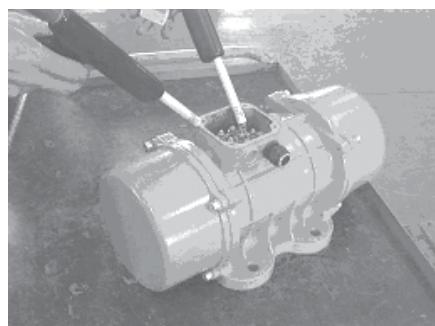

Fig. 1
- Also check the motor isolation, using a "Rigidity Test", at a voltage of approx. 2 kV for a maximum time of 5 seconds between phases and 10 seconds between phase and earth. (fig.1)
| <p>DER UNWUCHTMOTOR DARF NUR DURCH SPEZIALISIERTES PERSONAL INSTALLIERT WERDEN.</p> <ul style="list-style-type: none"> - Vor der Installation, vor allem wenn das Gerät längere Zeit auf Lager gehalten worden ist (über 24 Monate), sollte man eine der beiden seitlichen Schutzauben der Fliehgewichte abnehmen und prüfen, dass die Welle sich frei drehen kann. - Außerdem die Isolierung des Motors prüfen, indem man einen „Durchschlagfestigkeitstester“ benutzt, und zwar bei der Spannung von ca. 2 kV für eine Zeit von nicht mehr als 5 Sekunden zwischen den Phasen und von 10 Sekunden zwischen Phase und Masse (Abb. 1). - Falls Mängel festgestellt werden, wenden Sie sich an den Hersteller. - Der Unwuchtmotor MVE kann in jeder beliebigen Position eingebaut werden. Es empfiehlt sich, den Unwuchtmotor in einem starren Bereich zu befestigen, um zu vermeiden, dass die erzeugten Schwingungen Brüche oder Risse verursachen. Sollte das nicht möglich sein, ist es erforderlich, Verstärkungsplatten und -ripen zu benutzen. - Schnitt- und Schweißarbeiten müssen durch qualifiziertes Personal ausgeführt werden. Geeignete Verfahren für Warmarbeiten (wie Brennschneiden, Schweißen etc.) und LOTO – lockout/tagout (Abschaltung/Absperrung), d.h. Verfahren zum Abtrennen der Maschine (elektrische und mechanische Abtrennung) müssen für die sichere Installation des elektrischen Unwuchtmotors angewendet werden. Die Genehmigung zur Ausführung der Warmarbeiten MUSS von spezialisiertem technischem Personal gegeben werden, das über die Staubexplosionsgefahr ausgebildet ist (in der Lage, das Restrisiko, die Eignung der Werkzeuge und die Kenntnis der Verfahren zu prüfen). | <p>LE MOTOVIBRATEUR DOIT ÊTRE INSTALLÉ EXCLUSIVEMENT PAR DU PERSONNEL SPÉCIALISÉ.</p> <ul style="list-style-type: none"> - Avant la mise en place, surtout si l'appareil est resté entreposé pendant longtemps (plus de 24 mois), nous conseillons d'enlever un des couvercles latéraux de protection des masses et de contrôler que l'arbre tourne librement. - Contrôler aussi l'isolation du moteur, en utilisant un « Essai Rigidité », à la tension de 2 KV environ pendant une durée qui ne dépasse pas 5 secondes entre les phases et 10 secondes entre la phase et la masse. (fig.1) - En cas d'anomalies, contacter le producteur. - Le motovibrateur MVE peut être installé dans n'importe quelle position. - On conseille de fixer le motovibrateur sur une partie rigide pour éviter que les vibrations induites provoquent des ruptures ou des fissures ; si cela n'est pas possible, utiliser des plaques et des nervures de renfort. Les procédures de découpe et de soudage doivent être faites par du personnel qualifié. - Des procédures appropriées de travail à haute température Hot Works, (tel que découpe, soudure...) et LOTO - lockout/tagout : la procédure de déconnection de la machine (séparation électrique et mécanique), devra être appliquée pour la mise en sécurité du vibrateur électrique. L'autorisation pour exécuter les travaux à chaud DOIT être donnée par du personnel technique spécialisé et formé sur le risque explosion des poussières (en mesure de vérifier le risque résiduel, l'aptitude des outils, la connaissance des procédures). | <p>IL MOTOVIBRATORE DEVE ESSERE INSTALLATO ESCLUSIVAMENTE DA PERSONALE SPECIALIZZATO.</p> <ul style="list-style-type: none"> - Prima dell'installazione, soprattutto se l'apparecchio è rimasto a magazzino per molto tempo (oltre 24 mesi), consigliamo di rimuovere uno dei coperchi laterali di protezione delle masse e controllare che l'albero ruoti liberamente. - Controllare inoltre l'isolamento del motore, utilizzando un "Prova Rigidità", alla tensione di circa 2 KV per un tempo non superiore ai 5 secondi tra fase e fase e 10 secondi tra fase e massa. (fig.1) - Qualora vengano riscontrate anomalie, contattare la ditta produttrice. - Il motovibratore MVE può essere installato in qualsiasi posizione. Si consiglia di fissare il motovibratore su una zona rigida per evitare che le vibrazioni indotte provochino rotture o incrinature; se ciò non fosse possibile, è necessario utilizzare piastre e nervature di rinforzo. Le procedure di taglio e di saldatura devono essere effettuate da personale qualificato. Idonee procedure di Hot-Works, (quali taglio, saldatura...) e LOTO – lockout/tagout: procedura di disconnessione della macchina (segregazione elettrica e meccanica), dovranno essere applicate per l'installazione in sicurezza del vibratore elettrico. L'autorizzazione all'esecuzione dei lavori a caldo DEVE essere data da personale tecnico specializzato e formato sul rischio esplosione da polveri (in grado di verificare il rischio residuo, l'idoneità degli utensili la conoscenza delle procedure). |